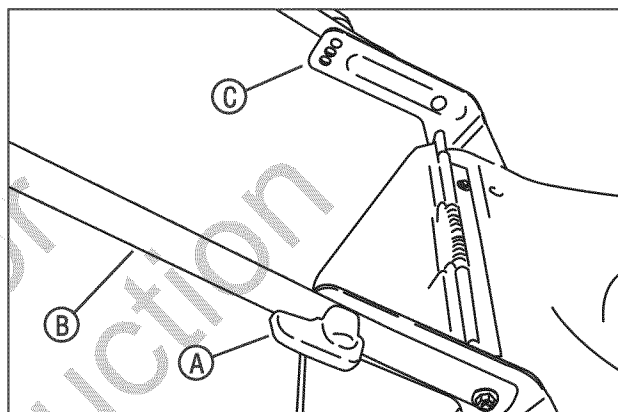

Figura 1a: extensión de la manija inferior (suelto rápido)
Suelto rápido (opcional): Gire las perillas (A, Figura 1a) de los lados de la manija inferior (B) para retraer los pasadores de sujeción. Levante la manija inferior, alineándola con uno de los tres juegos de agujeros de los soportes de manija (C). Gire las perillas para liberar los pasadores de sujeción y asegurar la manija inferior.